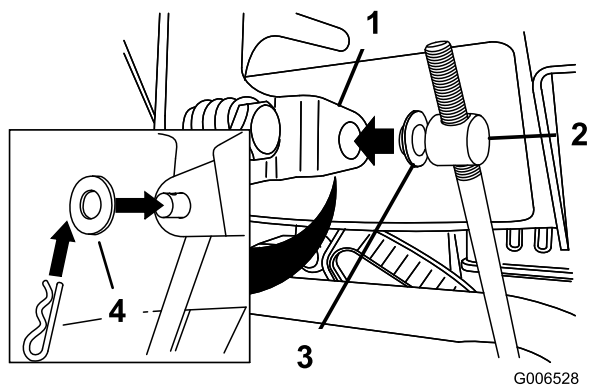

Figure 12
3. Retirez la goupille fendue et la rondelle extérieure du tourillon à l'extrémité supérieure de la tige de commande de vitesse (Figure 12).
**Remarque:** Pour faciliter l'installation, laissez la rondelle plate sur le tourillon (Figure 12).
6. Soulevez la tige de commande de vitesse et insérez le tourillon dans le trou du levier sélecteur de vitesses (Figure 12).
- B. Retirez le tourillon du sélecteur de vitesses (Figure 12).
- C. Tournez le tourillon vers le bas (sens horaire) sur la tige de commande de vitesse (Figure 12).
- D. Remettez le tourillon sur le sélecteur de vitesses (Figure 12).
- C. Tournez le tourillon vers le haut (sens antihoraire) sur la tige de commande de vitesse (Figure 12).